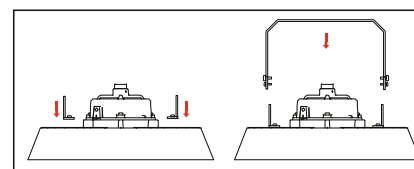

Рис. 2
- 5.12.2 Установите крепления потолочного кронштейна типа лира на задней панели осветительного прибора, затем соедините потолочный кронштейн с креплениями на корпусе и надёжно затяните болты (рис. 2).